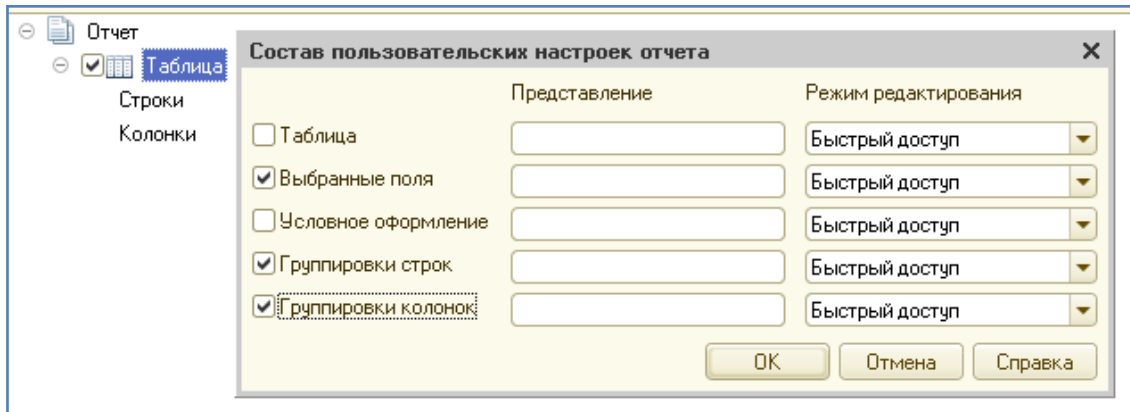

Рис. 69. Настройки отчета
5. Закладка Настройки. Добавить новую таблицу. Выделить в структуре элемент Таблица и нажать кнопку Свойства элемента пользовательских настроек, расположенную сверху в командной панели окна настроек (рис. 69).